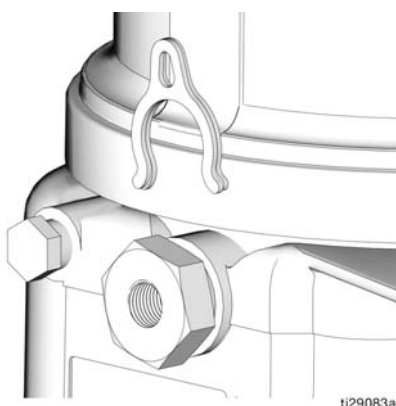

ABB. 18
- Lösen Sie das Pumpenelement mit einem entgegen den Uhrzeigersinn gedrehten Maulschlüssel. Entfernen Sie dabei nicht das gesamte Pumpenelement. Ziehen Sie das Pumpenelement nur so weit heraus, um das Distanzstück aufsetzen oder abnehmen zu können (ABB. 18).
Setzen Sie für eine Einstellung des Pumpenfördervolumen entweder kein (0) Distanzstück oder ein bzw. zwei Distanzstücke ein (ABB. 18).